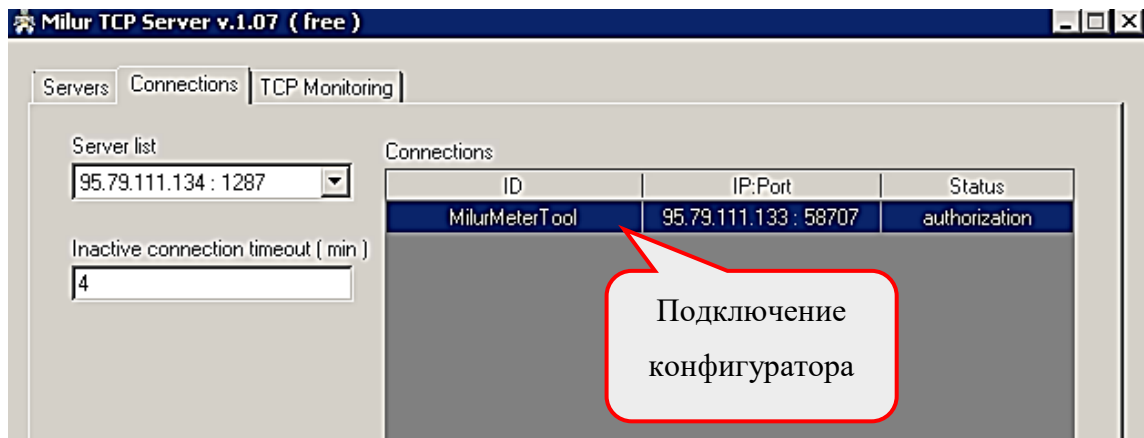
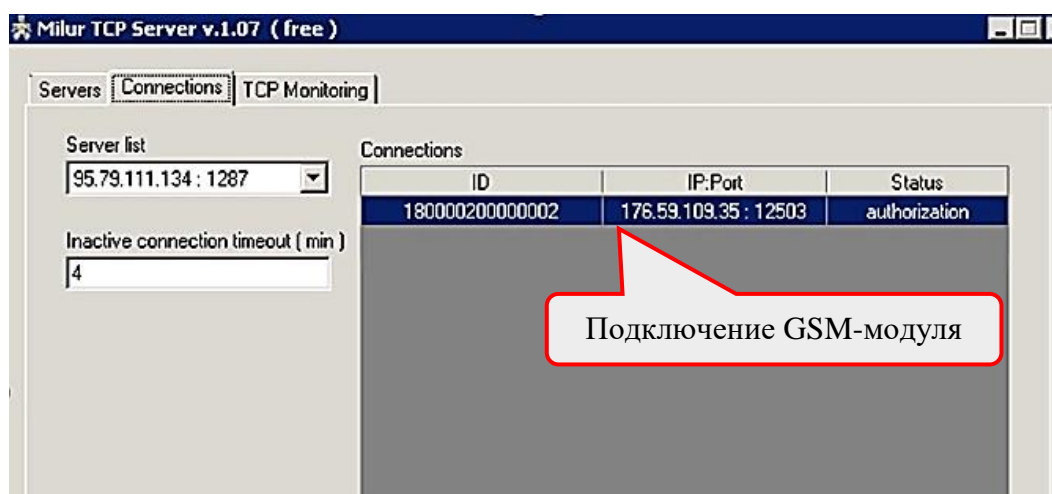

Рисунок 24 – Отображение Конфигуратора счетчиков Милур, подключенного к тестовому TCP-серверу, в Milur TCP Server
Рисунок 25 – Отображение подключения GSM-модуля счетчика к порту TCP-сервера в Milur TCP Server
- в приложении «Milur TCP Server» отобразится подключение Конфигуратора счетчиков Милур MilurMeterTool (рисунок 24) и подключение GSM-модема счетчика с его серийным номером (рисунок 25);